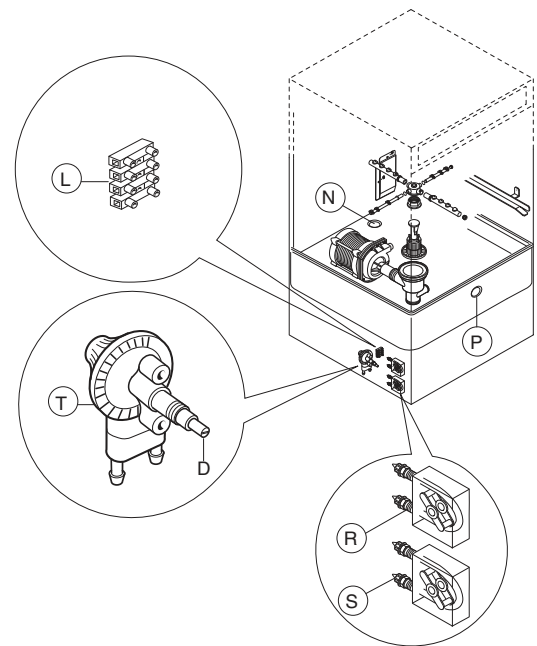

Abb. 13
1. Geschirrspüler mit integrierter Spülmitteldosierpumpe (Abb. 13)
2. Geschirrspüler mit eingebauter peristaltischer Klarspülerdosierpumpe (Abb. 13)
3. Geschirrspüler mit eingebauter Membranklarspülerpumpe (Abb. 13)
Vorbereitung für automatischen Spülmitteldosierer (Abb. 13)
Auf der Klemmenleiste „L“ (Abb. 13) an den Klemmen 1 und 2 anschließen, um eine Abgabe während des Klarspülgangs zu erzielen, bzw. an den Klemmen 3 und 4 für eine Abgabe während des Spülgangs.